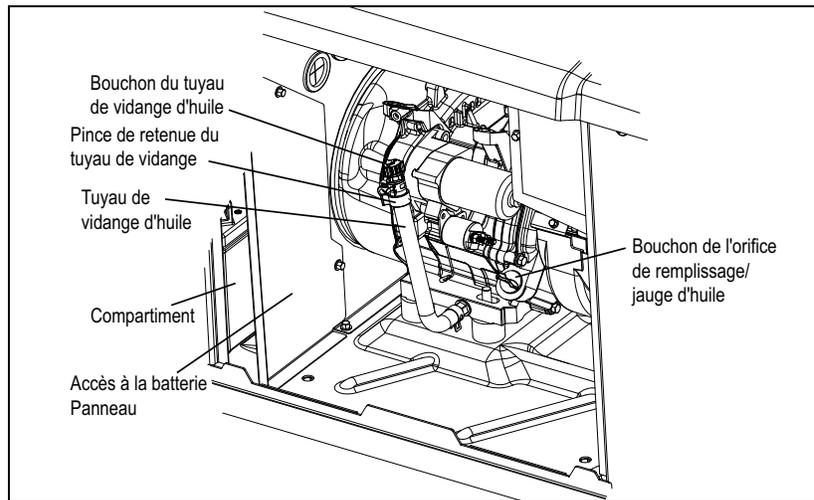

Figure 4-3 : Emplacement du retour d'huile
4. Retirez le tuyau de vidange de la pince de retenue et orientez l'extrémité du tuyau dans un récipient approprié. Voir la figure 4-3.